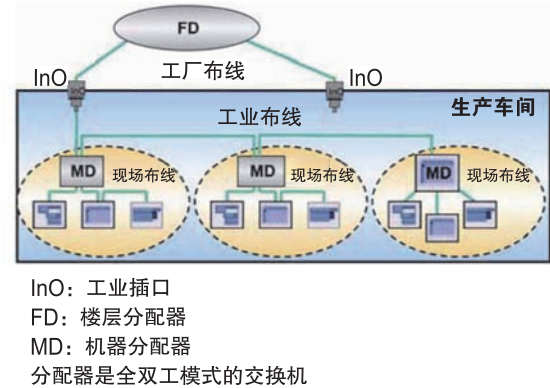

图27: 工业环境下的以太网网络通常使用线型拓扑
- 线型拓扑, 在现场中主要连接集成了交换机的终端 (图27);